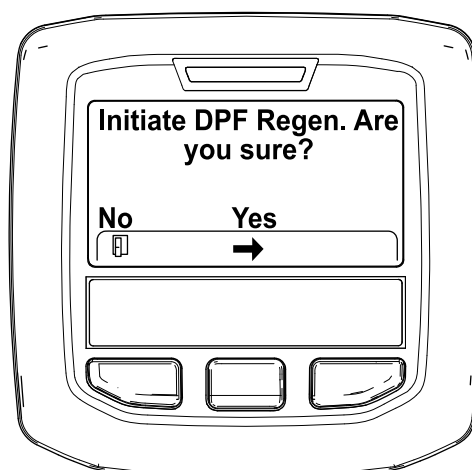

Figura 39
4. Quando viene visualizzato il messaggio "Inizializzare Rigen. FAP?" premete il pulsante centrale (Figura 39).